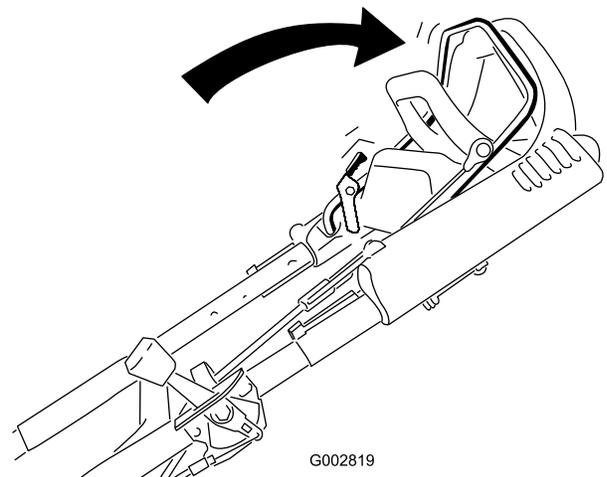

Figure 16
2. Serrez et maintenez la barre de commande de la lame contre le guidon (Figure 16).